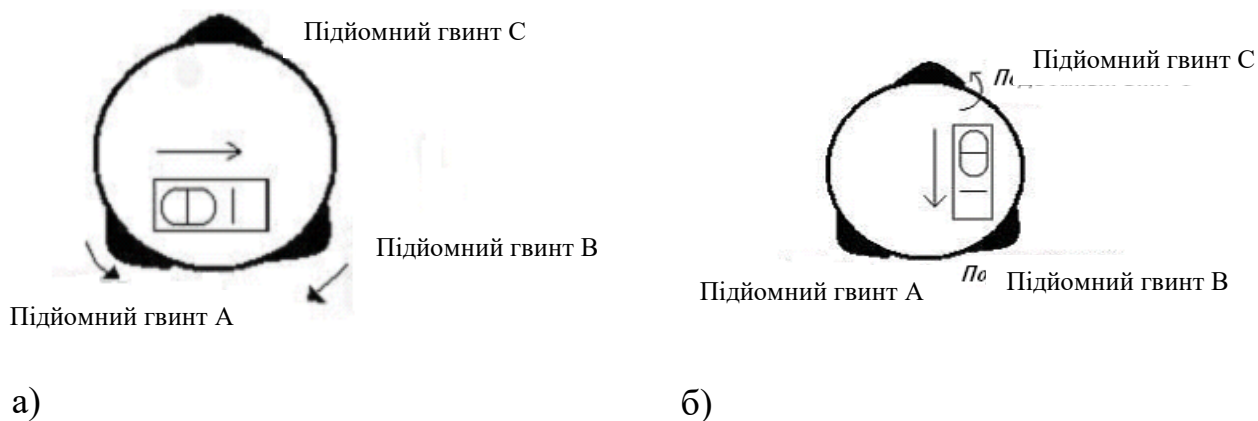

Рисунок 6.5 – Точне горизонтування приладу
- потім точно відгоризонтуйте прилад (рис. 6.5, а);
- оберніть прилад на 90° навколо його вертикальної осі (рис. 6.5, б) і приведіть пузирчик в нуль-пункт циліндричного рівня ще раз за допомогою третього підйомного гвинта С;